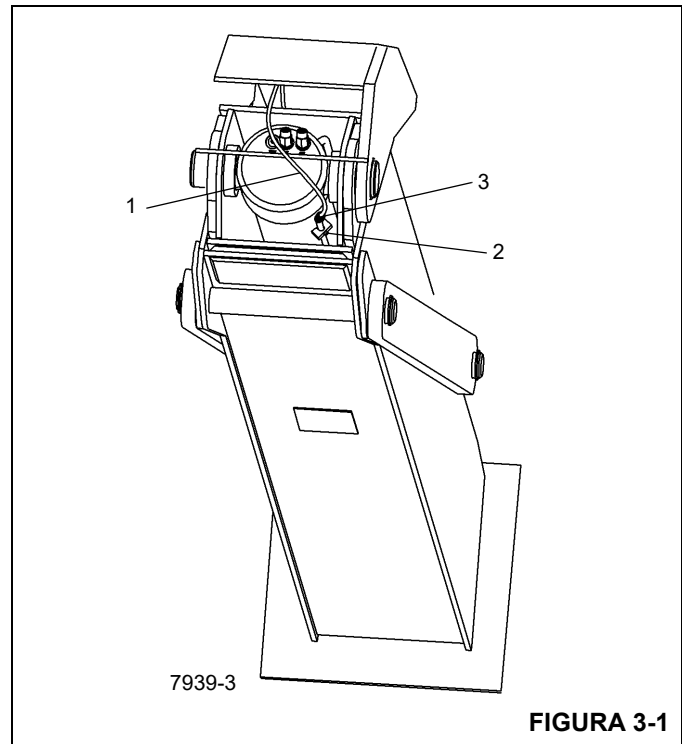

FIGURA 3-1
2. Desconecte el conector eléctrico (1, Figura 3-1) en el sensor.
3. Retire los tornillos de fijación (2, Figura 3-1) que sujetan la placa de retención del sensor.
4. Deslice el sensor (3, Figura 3-1) fuera de la escuadra de retención del sensor.
2. Deslice el sensor (3, Figura 3-1) dentro de la escuadra de retención.
3. Use los dos tornillos de fijación (2, Figura 3-1) y la escuadra de retención del sensor para fijar el sensor al cilindro hidráulico.
4. Conecte el conector eléctrico (1, Figura 3-1) al sensor.